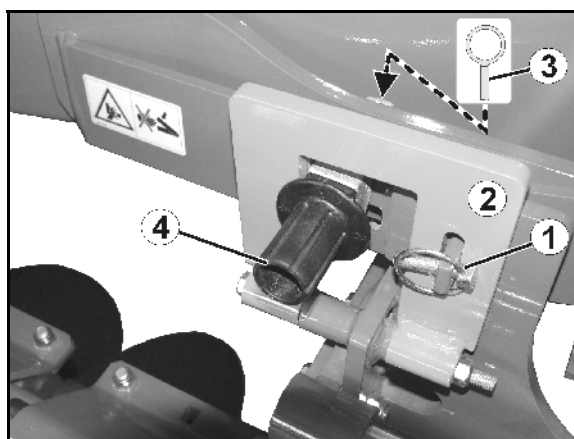

Рис. 41
1. Ослабьте пружинный фиксатор фиксирующей ручки (Рис. 41/1).
2. Опустите вниз фиксирующую ручку (Рис. 41/2).
4. Ослабьте пружинный фиксатор (Рис. 41/3) эксцентрикового пальца.
5. Поставьте эксцентриковый палец (Рис. 41/4) в нужное гнездо.
1. Ослабьте пружинный зажим (Рис. 41/1) фиксирующей ручки.
3. Ослабьте пружинный фиксатор (Рис. 41/3) эксцентрикового пальца.